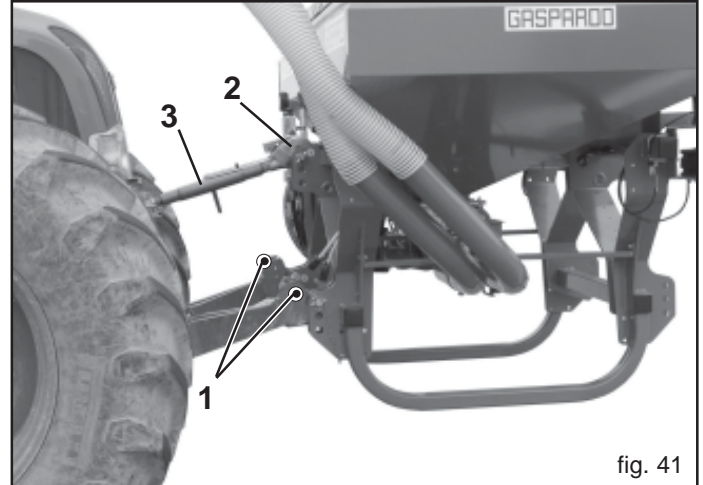

fig. 41
- 1) Die Hubvorrichtungstangen in die vorhandenen Bolzen einhängen (1, Abb. 41) und mit den Sicherheitssplints blockieren.
- 2) Den oberen dritten Punkt (2, Abb. 41) ankuppeln. Der Stift muß durch seinen Splint blockiert werden; mit der Einstellzugstange (3, Abb. 41) die Sämaschine senkrecht zum Boden ausrichten.